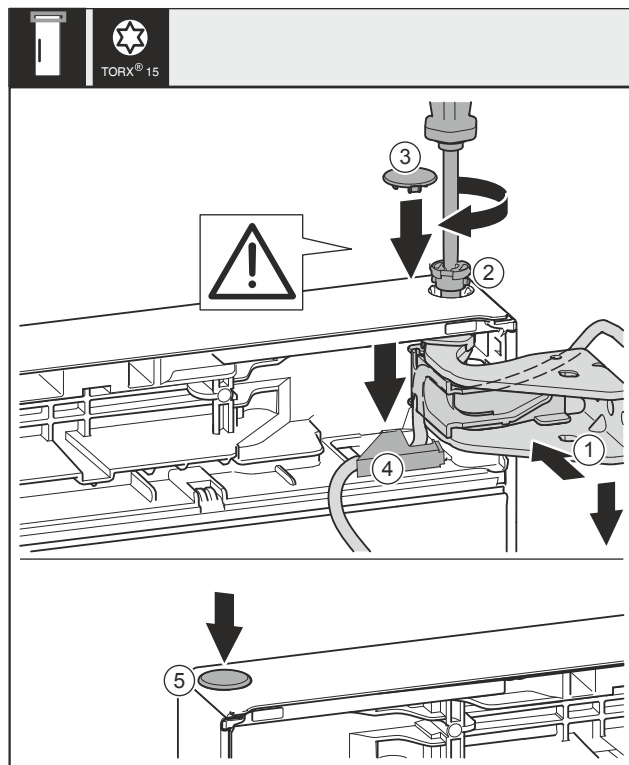

Fig. 44
- Deur boven naar de opening in het lagerbok Fig. 44 (1) uitlijnen.
- Bouten Fig. 44 (2) insteken en met een schroevendraaier vastschroeven.
- Beveiligingsafdekking voor de borging van de deur monteren: Beveiligingsafdekking Fig. 44 (3) plaatsen en controleren of deze tegen de deur ligt. Anders de bouten volledig insteken.
- Afdekking Fig. 44 (4) plaatsen en naar onderen drukken tot deze vergrendeld.
- Plug Fig. 44 (5) insteken.